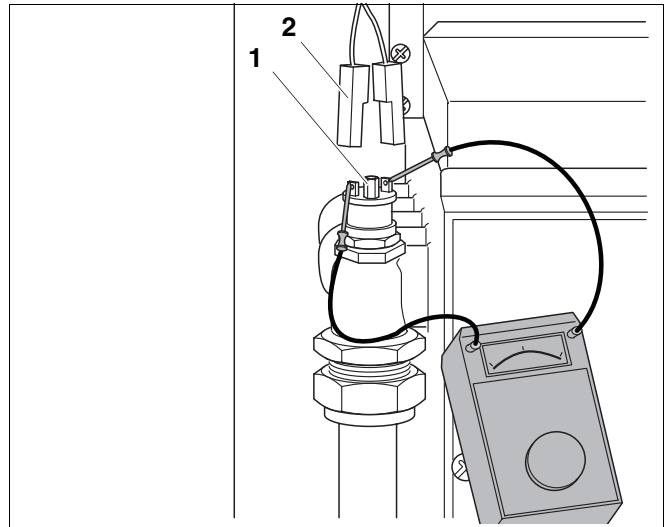

Fig. 16 Déverrouiller ou vérifier le limiteur de température de sécurité
- Déverrouiller le limiteur STB en appuyant sur le bouton rouge (fig. 16, pos. 1).
- Débrancher le raccordement à fiche (fig. 16, pos. 2) du câble menant au limiteur STB.